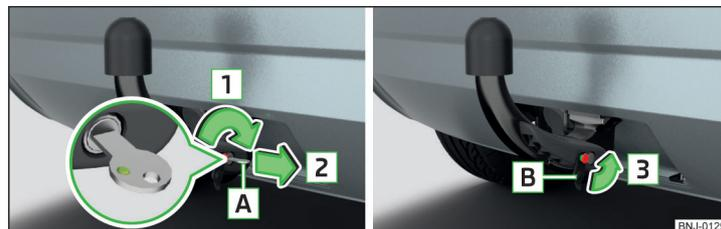

Abb. 135 Schloss verriegeln und Schlüssel abziehen / Kappe auf das Schloss stecken
- › Den Schlüssel A in Pfeilrichtung 1 drehen, sodass dessen grüne Markierung nach oben zeigt » Abb. 135.